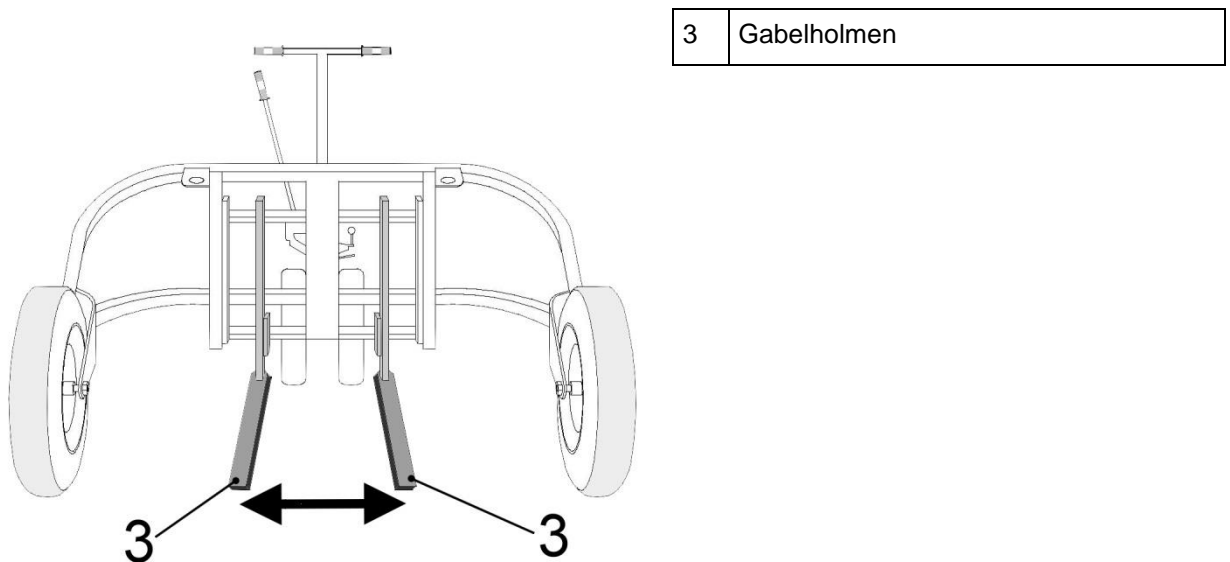

Abb. 1
- Gabelholmen (3/Abb. 1) des Hubwagens durch Drehen des **Bedienhebels II** entgegen dem Uhrzeigersinn absenken.